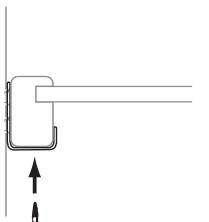

**FIG. 4.5**
9. Tracer une ligne de niveau sur le mur et les montants au bas et à côté de l'équerre (Fig. 4.5).